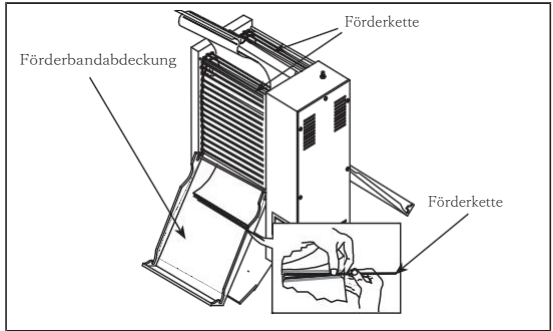

Abbildung 3
2. Entfernen Sie den Broteinzug und den Hitzeschutz und stellen Sie die Drehknöpfe auf 6 und 6 ein. 3. Öffnen Sie die beiden Riemenabdeckungen, ziehen Sie den Riemenstift heraus und lösen Sie die Schnalle. (Abbildung 3)